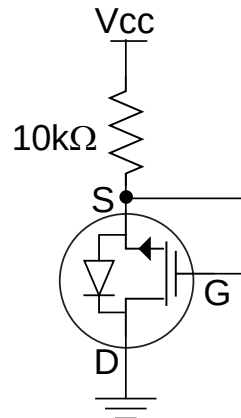

Figura 3. Circuito 3, circuito de teste para medida de V_{SD} .
6.1. Monte o circuito da Figura 3.